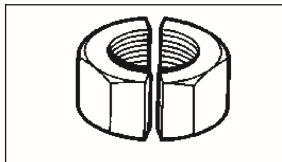

Abb. 10, Durchführen von zwei Schnitten
12. Falls nötig, kann ein zweiter Schnitt in einem Winkel von 180° zum ersten vorgenommen werden, der die Mutter vollständig in zwei Teile trennt. Siehe Abb. 10.